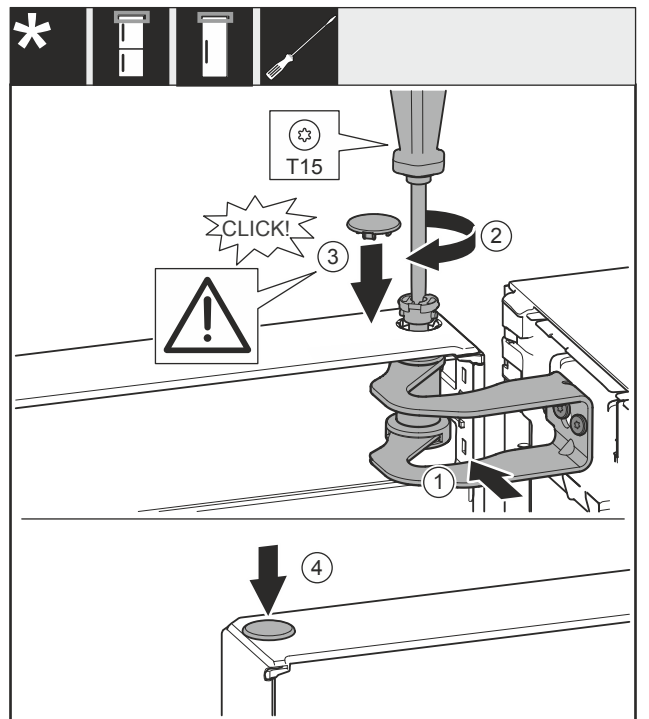

Fig. 59
- ▶ 将冰箱门对准托架 Fig. 59 (1)中的开口。
- ▶ 放入螺栓 Fig. 59 (2)并用螺丝刀拧紧。
- ▶ 装入盖板 Fig. 59 (3)。
- ▶ 检查盖板 Fig. 59 (3)是否紧贴在冰箱门上。
- ▶ 装入盖板 Fig. 59 (4)。